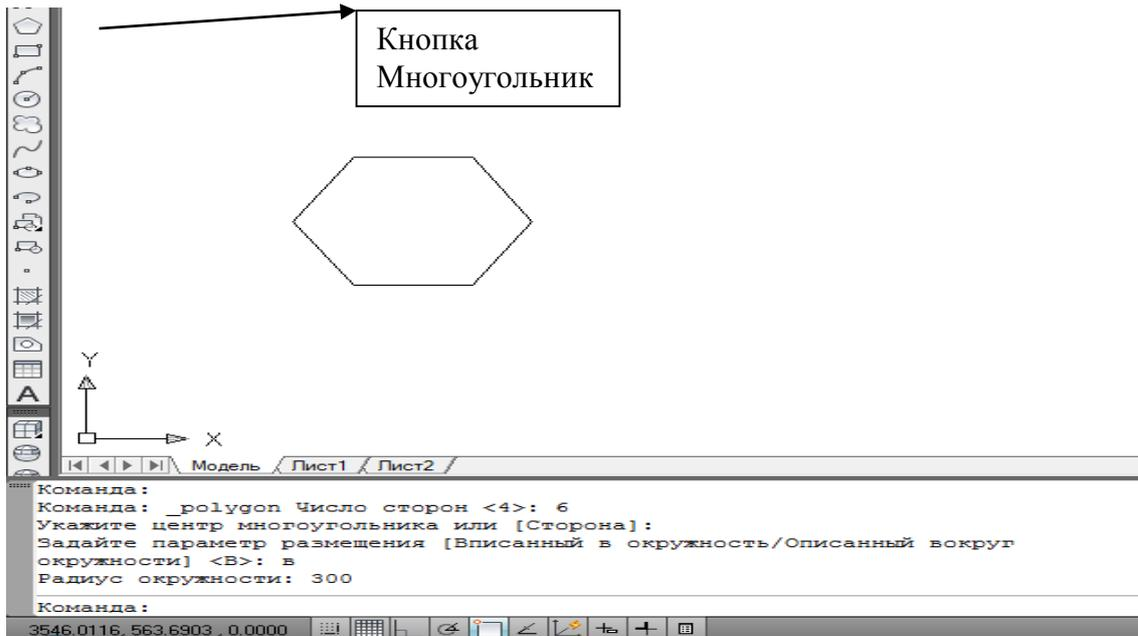

Рис. 2. Пример многоугольника
- задать радиус описанной или вписанной окружности (Рис.2.);
Для построения многоугольника необходимо вызвать соответствующую команду. Сделать это можно, нажав кнопку **Многоугольник** на панели инструментов в режиме Классический **AutoCAD** (как показано на рис.2), или, выбрав команду **Многоугольник** панели **Рисование** на вкладке **Главная** в режиме Рисование и аннотации, или, набрав команду **Многоугольник** в командной строке.
После указания команды для построения примитива программа выдает первый запрос, в котором просит задать количество сторон строящегося многоугольника (Рис.2.):